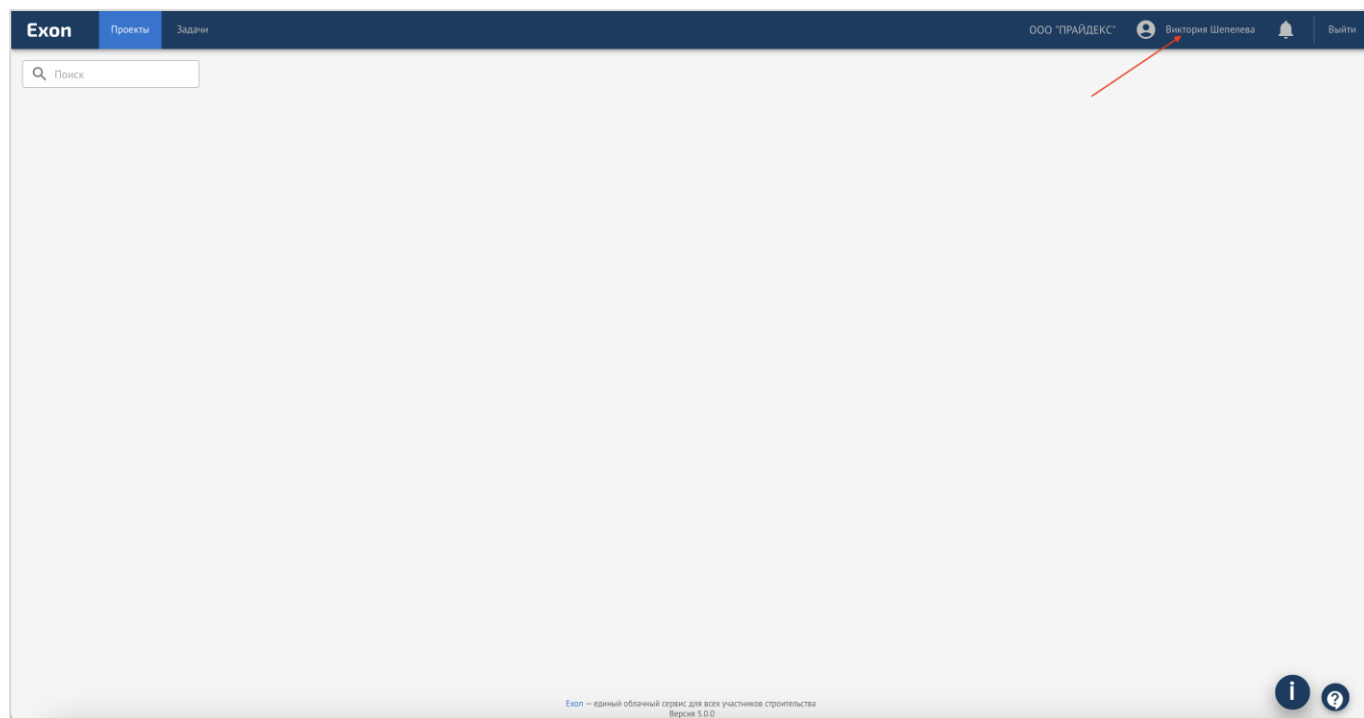

Рис. 9 – Переход к настройкам профиля
10. Для дальнейшей настройки, необходимо перейти в настройки профиля, нажав на свои ФИО в верхней правой части экрана (рис. 9);